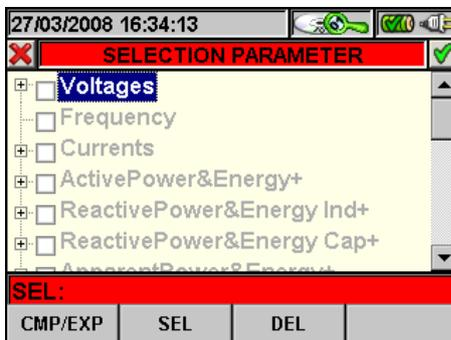

Рис. 118 Выбор параметра
- Нажмите F1 или PARAM на дисплее, чтобы получить доступ к странице выбора параметров. (рис. 118)